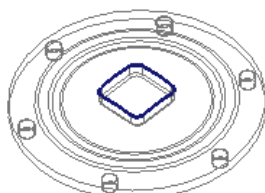

图 19.4.16 延伸边线
- (1) 设置“选择”类型。在“智能”选取栏的下拉列表中选择 **几何** 选项。
- (2) 然后选取图 19.4.16 所示曲线的任意一部分(先将鼠标指针移至模型中的目标位置, 右击, 然后在弹出的快捷菜单中选取 **从列表中拾取** 命令。要选取的延伸边是复制曲面的边线)。在 **模型** 功能选项卡中单击 **修饰符** ▾ 按钮, 在弹出的快捷菜单中选择  **延伸** 命令。
- (3) 在“曲面延伸: 曲面延伸”操控板中的 **偏移类型** 栏中选取 , 在操控板中单击 **参考** 按钮, 单击 **细节...** 按钮, 系统弹出“链”对话框, 选中 ☒ **基于规则** 和 ☐ **相切** 单选项, 此时系统自动选中图 19.4.16 所示的边线, 单击 **确定** 按钮。
- (4) 定义偏移值。在操控板中的  文本框中输入延伸距离值 5.0。
- (5) 在操控板中, 然后单击  按钮, 完成延伸曲面的创建。